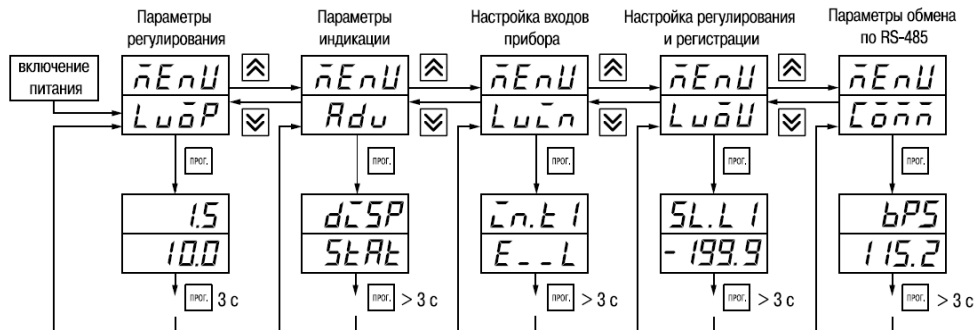

Рисунок 7.1
7.1.2 Основные параметры прибора TPM202 объединены в 5 групп *LuōP*, *Adu*, *LuĀn*, *LuōU* и *Coññ*, составляющие меню прибора (рисунок 7.1).